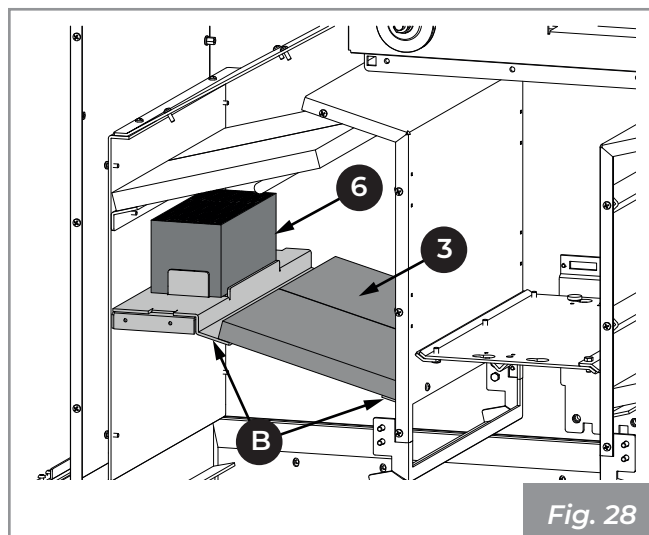

Fig. 28
- 3) Colocar la junta tórica (6) en el respectivo soporte.
- 4) Colocar los paneles (3) apoyándolos en los respectivos soportes (B) (Fig. 28).